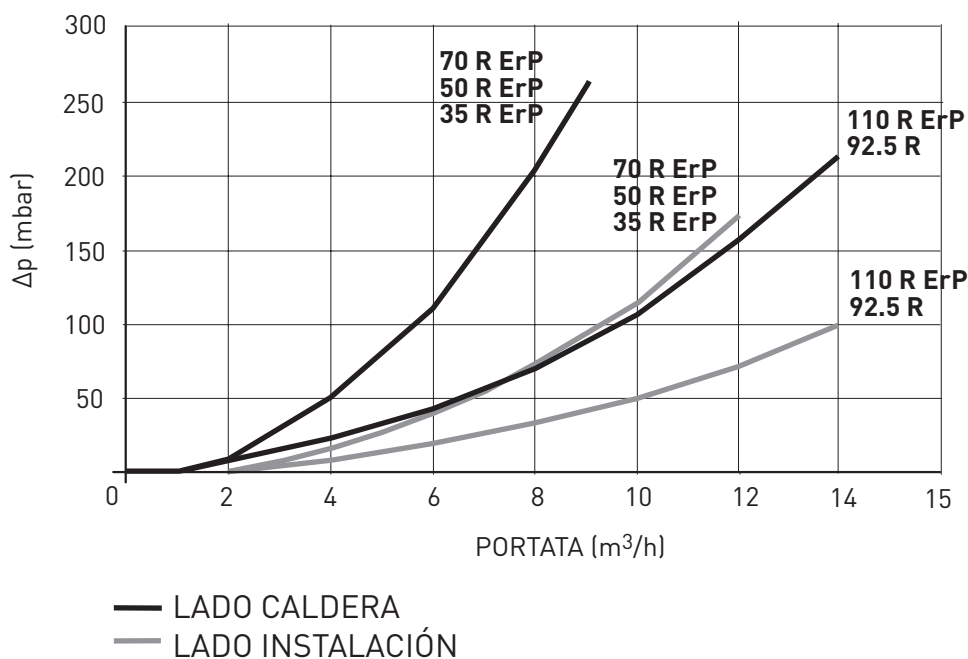

Fig. 9
2.9 PÉRDIDAS DE CARGA DEL COMPENSADOR HIDRÁULICO (fig. 9)
Las pérdidas de carga del separador hidráulico se indican en los diagramas de la fig.9.